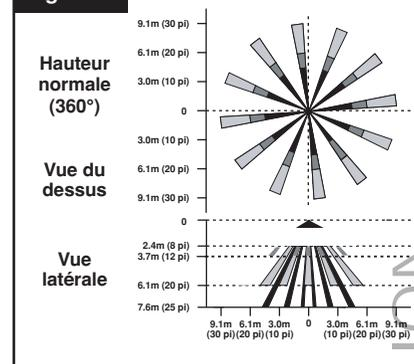

Figure 7A
3. Pour changer de lentille, tourner l'anneau de manière à aligner les deux petites alvéoles et tirer au moyen des languettes (**figure 7A**).